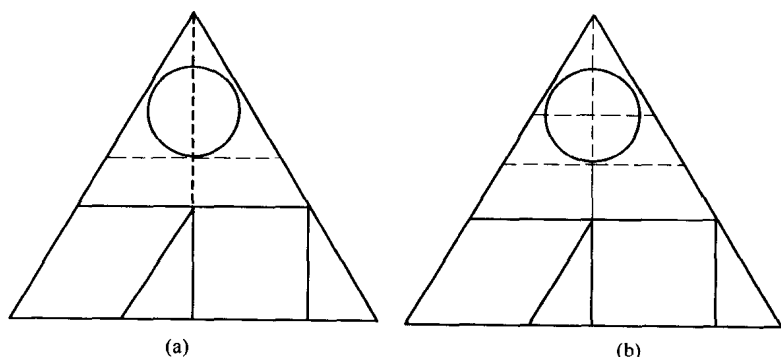

图 1-2 七巧板的下料图
形等形状组成。下面要介绍的七巧板在设计方面有新的突破，增加了圆形与圆弧形，这样的七巧板拼出的图案将会更加抽象、有趣。七巧板的下料图，如图 1-2 所示。
按图 1-2 (a) 制作的七巧板包括圆形、正方形、直角三角形、平行四边形等六种图形，还可拼出等腰梯形、不等腰梯形、等腰三角形、等边三角形等图形。图形中有 30° 、 60° 、 90° 等角，还可拼出 120° 、 150° 等角。这套七巧板可叫做数学七巧板，但画图时需要计算正方形的边长与等边三角形内接圆的半径。
先在木板上画出等边三角形的边长（自己确定），再按图 1-2 (a) 或图 1-2 (b) 所示方法画线，画线时要考虑锯割余量问题。按图 1-2 (a) 所示方法画图时，先作等边三角形的垂线，再用直角三角板（两个直角边均带刻度）作直角三角形的内接正方形。画圆时先画一条平行于底边的虚线，再确定其内接圆的半径。最后画平行四边形时，按图 1-2 (b) 所示方法先将等边三角形的边或高分为三等份，再画出如图所示的各种图形。
(1) 如果等边三角形的边长为 120 mm, 按图 1-2 (a) 所示方法画图时, 计算正方形的边长为多少? 你用直角尺测量的实际值和计算值之间的误差是多少?
(2) 通过计算和测量两种方法, 找出等边三角形边长和内接圆半径的关系。
(3) 用自己制作的七巧板, 拼摆出你最喜欢的图案, 并与其他同学进行交流。
(4) 等边三角形的高可将其分成两个相同的直角三角形。在直角三角形中, 内接正方形有两种, 按图 1-2 (a) 所示的内接正方形是其中的一种, 另外一种内接正方形的边长是多少? 请画出下料图。